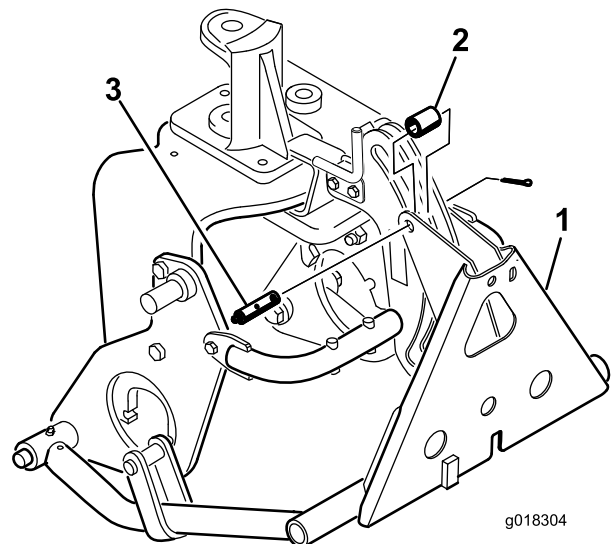

Figura 10
8. Fije el adaptador del bastidor al bastidor de enganche con un tubo, una chaveta y un pasador (Figura 10).